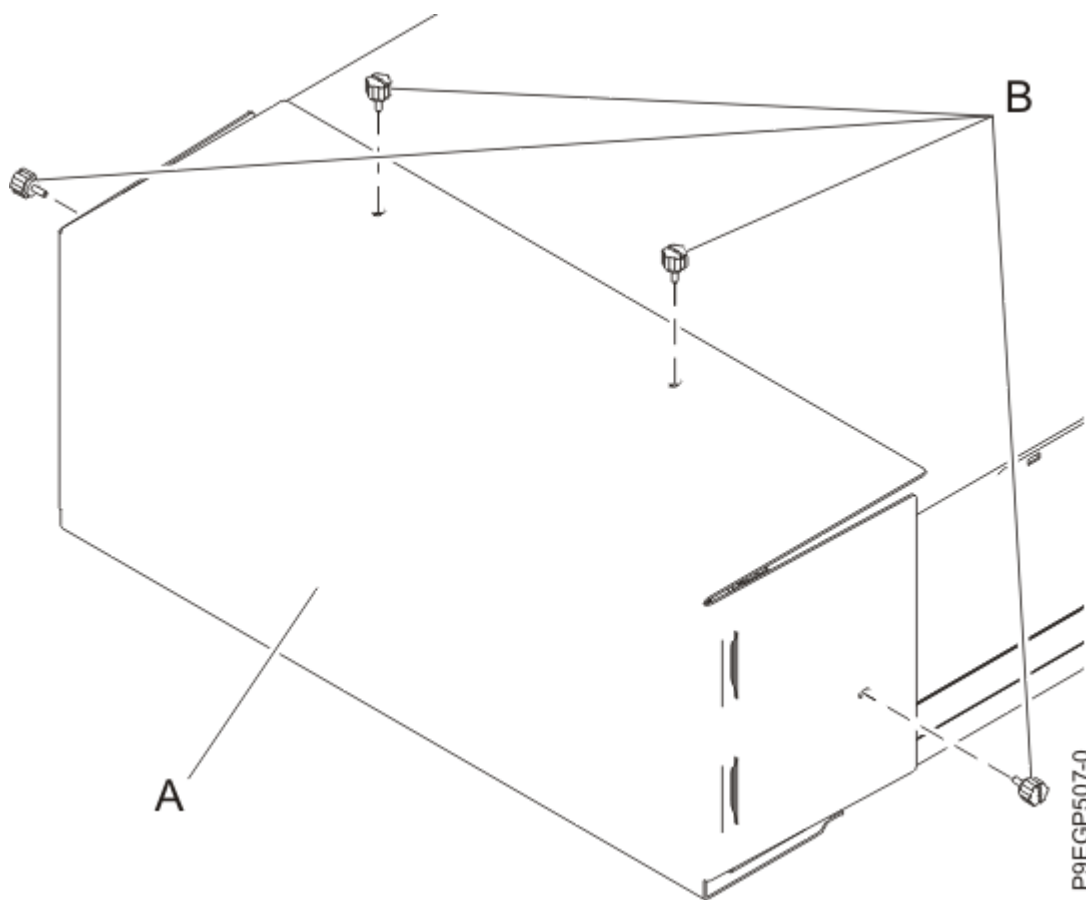

Рисунок 7. Снятие транспортировочной крышки
2. Открутите четыре винта с накатной головкой **(В)**, крепящие транспортировочную крышку **(А)** к задней части блока, как показано на Рисунок 7 на стр. 11. Снимите транспортировочную крышку.